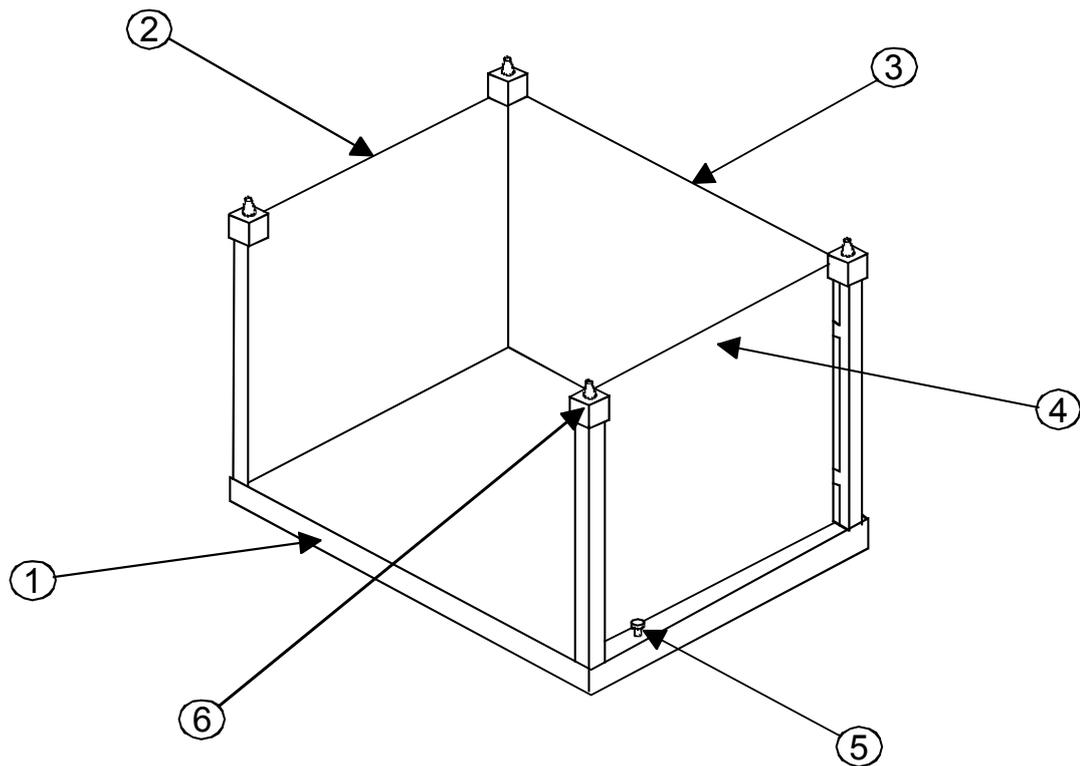

図1 - 観察ブースの組み立て
1. 箱から中身を取り出し、図1に表記される全ての内容物を確認します。各番号は梱包物を取り出す順番で示されています。逆に本体を梱包する際は、この順番に従ってください。